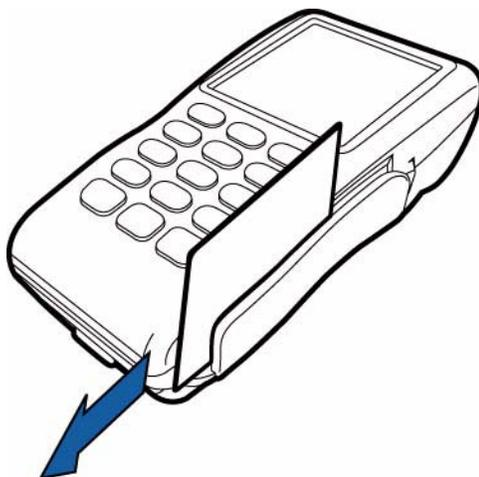

图 31 使用磁卡阅读器
- 2 为确保正确读取磁卡，用户应从装置的上方插入，如图 31 所示。